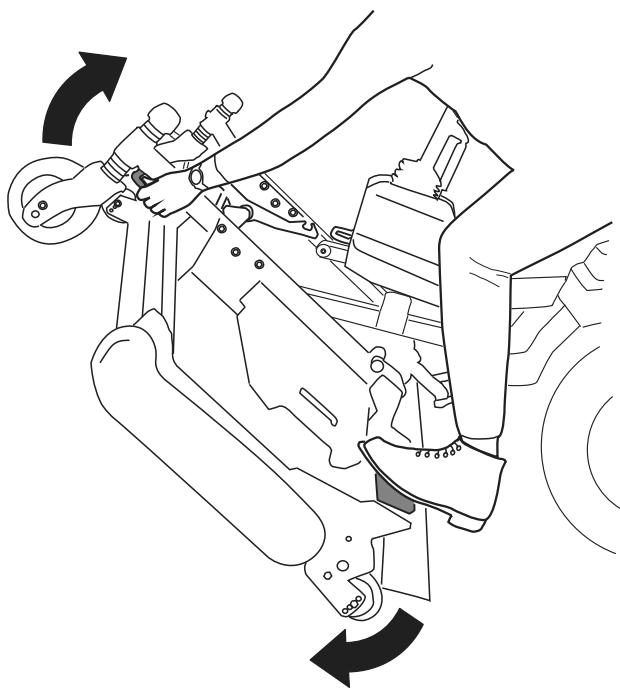
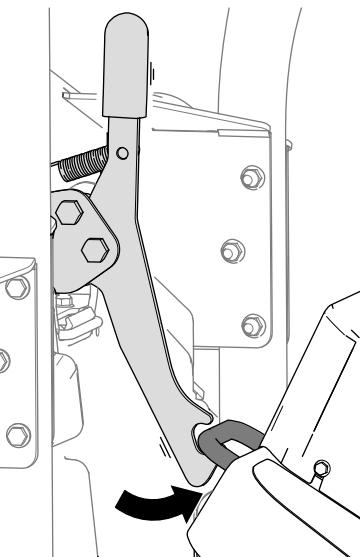
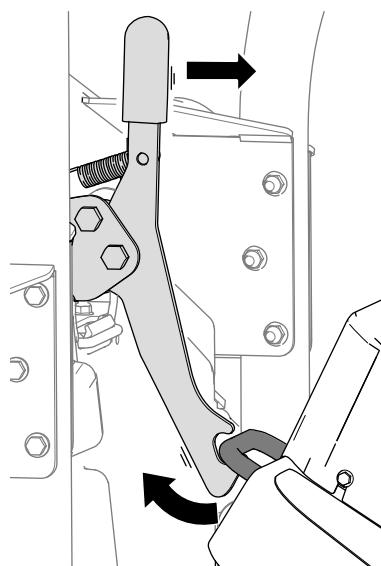

Figura 39
Figura 40
Figura 41
5. Gire la unidad de corte (Figura 39) hasta que el cierre se enganche en el soporte de amarre (Figura 40).
1. Desenganche el cierre de la unidad de corte del soporte de amarre (Figura 41) girando la unidad de corte ligeramente hacia adelante (consulte Figura 39) y tirando hacia adelante de la palanca del cierre.